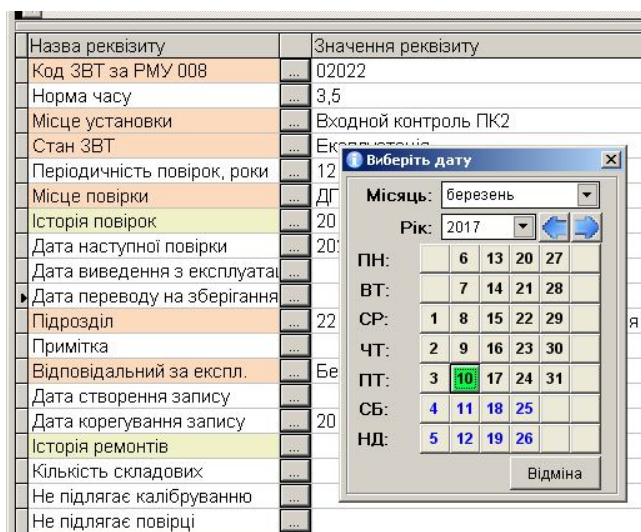

Рис. 7.8-2. Ввід дати через календар.
**Дата.** Кожна база містить одне або декілька полів типу дата (наприклад, дата видання, дата затвердження, дата скасування та ін.). Для їх вводу в модуль інтегровано календар (див. рис. 7.8-2), з допомогою якого можна швидко вибрати потрібну дату.